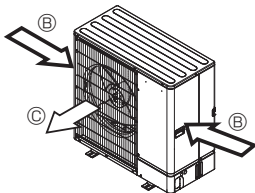

Fig. 2-6
- ③ Coloque la unidad de modo que la salida de aire sople perpendicularmente a la dirección del viento estacional, si es posible. (Fig. 2-6)